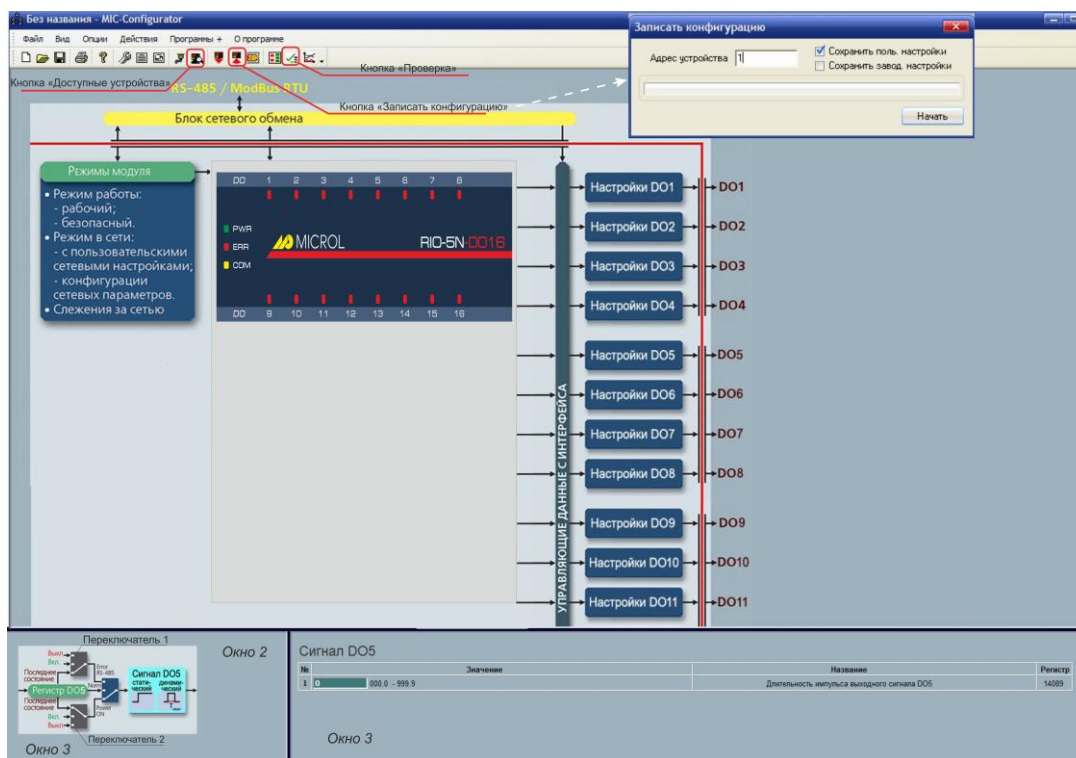

Рисунок 4.7 - Редагування конфігурації
4.3.6.2 У вікні редагування параметрів натиснути кнопку "Блок мережевого обміну" (див. рис. 4.7).
4.3.6.6 У МІК-Конфігураторі натиснути кнопку "Доступні пристрої" (див.рис.4.7) і провести пошук модуля згідно з пунктом 4.3.4.